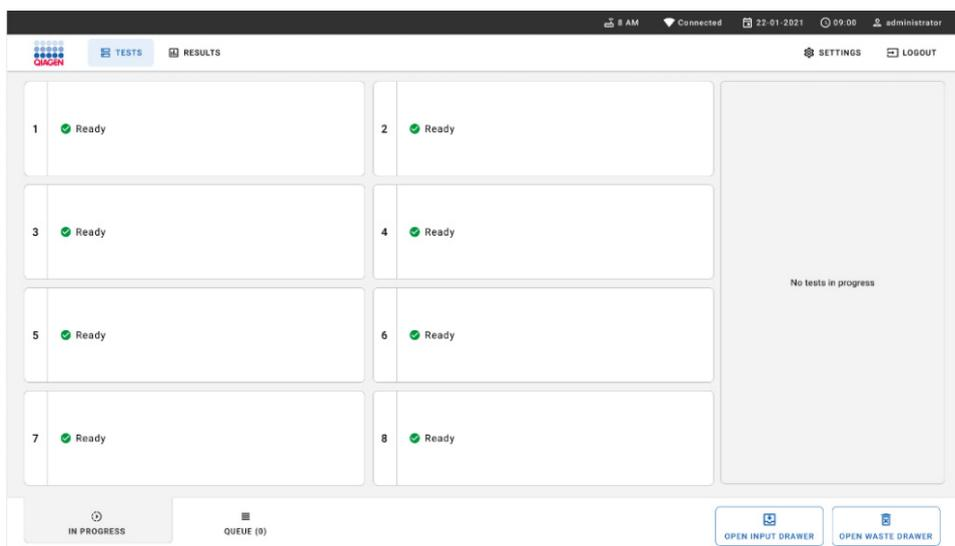

Figura 53. Pantalla principal de las pruebas.
1. Pulse el botón **OPEN WASTE DRAWER** (Abrir cajón de residuos) en la esquina inferior derecha de la pantalla principal de la prueba (figura 53).
- Cierre el cajón de residuos tras retirar los cartuchos. El sistema escaneará la bandeja y volverá a la pantalla principal (figura 53). Si se ha retirado la bandeja para realizar el mantenimiento, compruebe que esté insertada correctamente antes de cerrar el cajón.
- Pulse el botón **OPEN INPUT DRAWER** (Abrir cajón de entrada) en la esquina inferior derecha de la pantalla (figura 53).